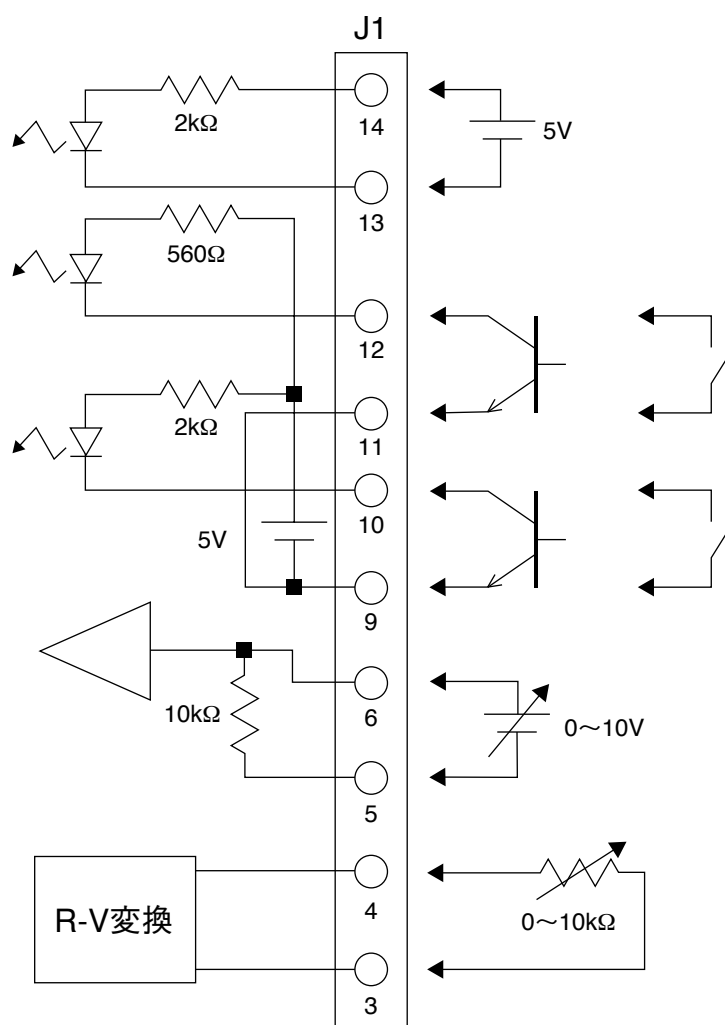

図 3
- ・上記コントロールコネクタへの配線は図3を参照してください。